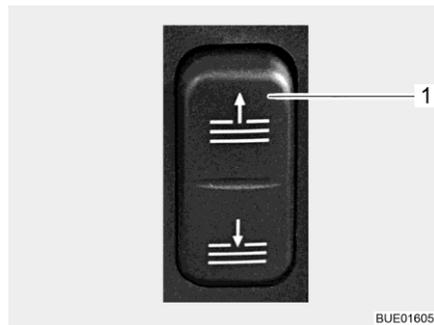

Fig. 32 Commutateur (commande électrique du dispositif occultant plissé)
- Ouvrir et fermer : ■ Appuyer sur le commutateur situé sur le tableau de bord (Fig. 32,1).